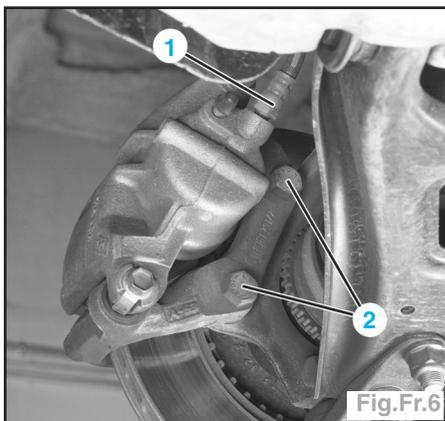

Fig.Fr.6
- Débloquer le flexible (1) de frein sur l'étrier (Fig.Fr.6).